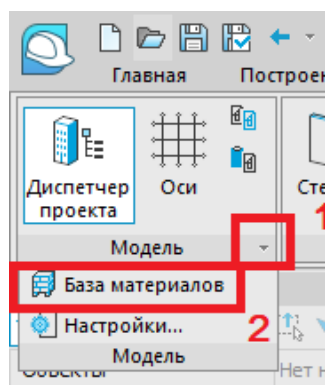

Рисунок 8 – База материалов
- Откройте «Базу материалов» (см. рис. 8);